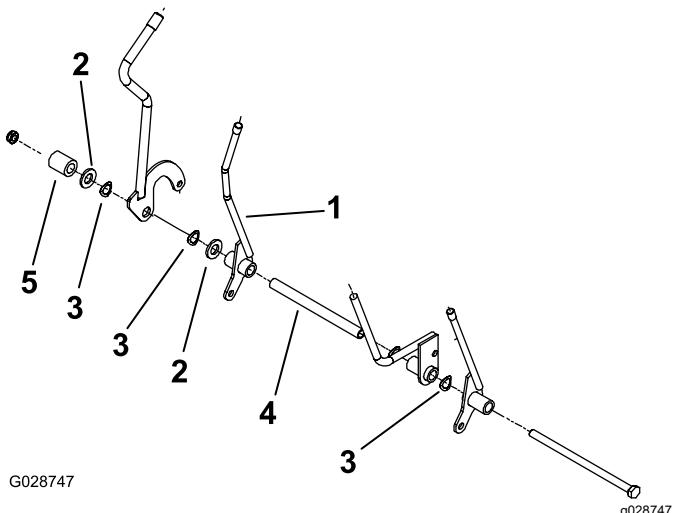

**Figura 7**
- Togliete il dado e il bullone che fissano le leve della consolle alla staffa di supporto della leva (Figura 7) e togliete il gruppo della leva della consolle dalla staffa di supporto della leva.
- Togliete il distanziale (Figura 7) dal gruppo e montate la nuova leva della presa di forza al suo posto sul tubo orientabile.